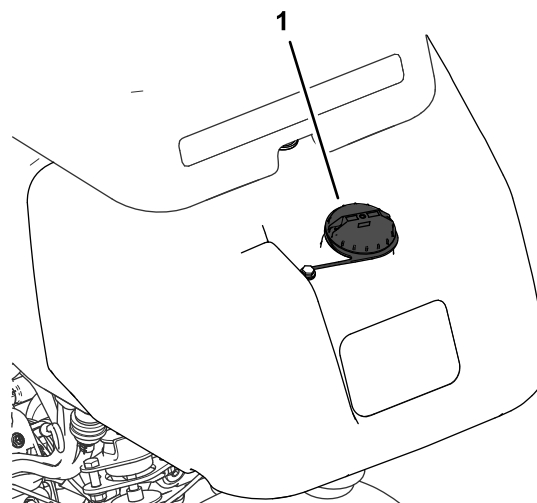

Рисунок 21
1. Очистите область вокруг крышки топливного бака и снимите крышку (**Рисунок 21**).